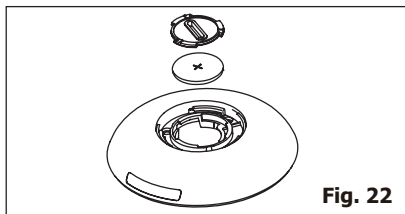

Fig. 22
- 3.** Procédez de la même manière pour ouvrir le couvercle de protection intérieur et retirez la pile. (Fig. 22)